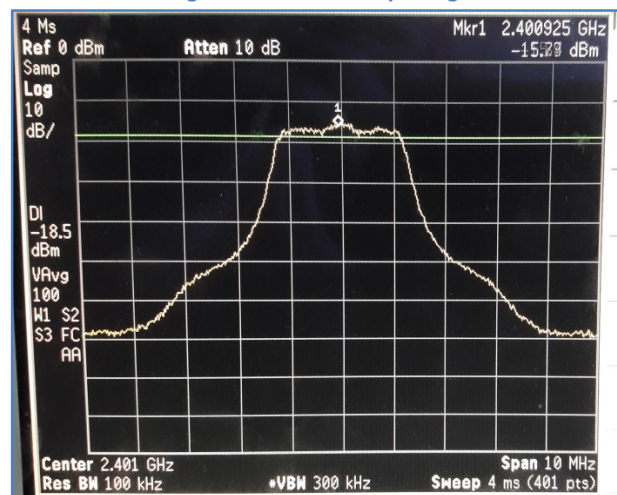

Figure 8 4Ms avec moyennage
La figure 8 donne une largeur de canal inexacte, ceci est du aux filtres passe-bas I&Q de largeur fixe à 2Ms placés devant les circuits de modulation QPSK, dans mon montage exciter DATV. Ce qui limite de fait la largeur du canal pour un débit symbole (SR) > 2Ms.